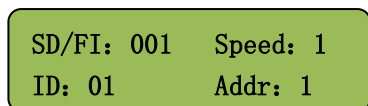

图 1
**方法一：**自动识别 ID：W-316C 全部取消锁定，接主控 W-100C，分控自动识别 ID 编号并且往后顺延编号，芯片自动识别主控芯片型号;另外主控可以单独设定分控参数，直接写入。**此方案适用大部分场合：如图 1 所示**
- 解锁分控参数：分控锁定后，长按 确定 OK 键解锁 如图 1